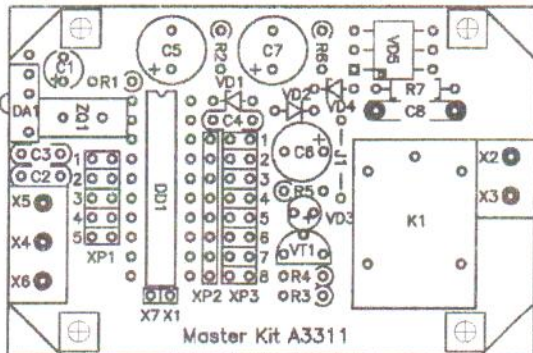

Рис.2 Монтажная схема
3. Установите все детали согласно **рис.2** в следующей последовательности: сначала проволочную перемычку J1, потом колодку под DD1, а затем все остальные элементы.